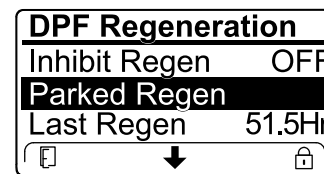

Bild 59
- Wenn der Motorcomputer eine Wiederherstellung-Regenerierung anfordert oder eine Wiederherstellung-Regenerierung ausführt und Sie auf die Option PARKED REGEN navigieren, ist die geparkte Regenerierung gesperrt und das Schloss-Symbol (Bild 59) wird unten rechts im InfoCenter angezeigt.